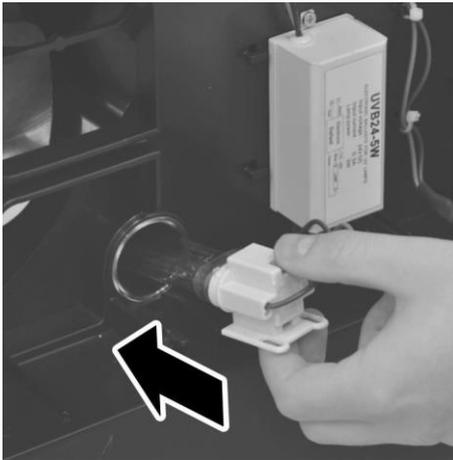

Abb. 37: UV-Lampe in die Öffnung schieben
7. ► UV-Lampe und Fassung wieder in die Öffnung schieben (Abb. 37).